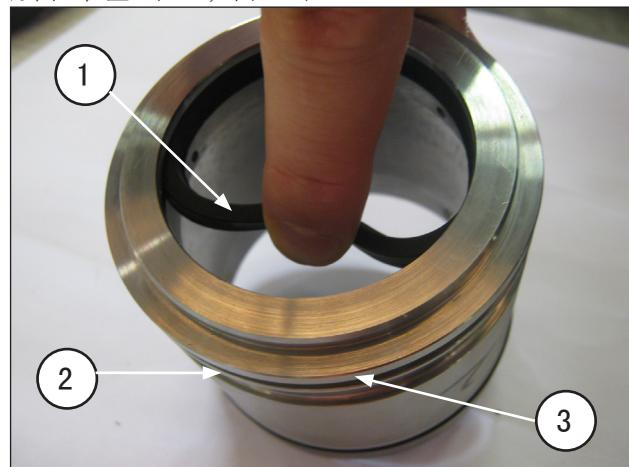

图 165
将低压密封圈插入护垫底座（位置①，图 165），注意安装方向，密封唇应朝向前（朝向泵头），O形圈和防挤压环带O形圈（位置②和 ③，图 165）。